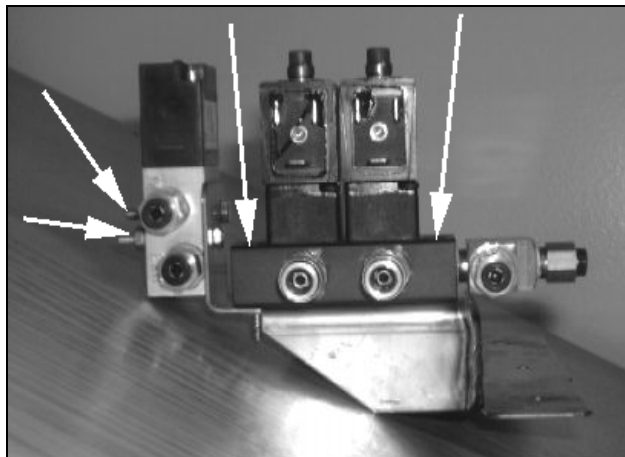

FIGURE 4: DÉPOSE DES SOUPAPES.
9. Dévisser les deux (2) vis qui retiennent le distributeur assemblé et les deux (2) écrous qui retiennent la soupape *Humphrey* (Fig. 4).